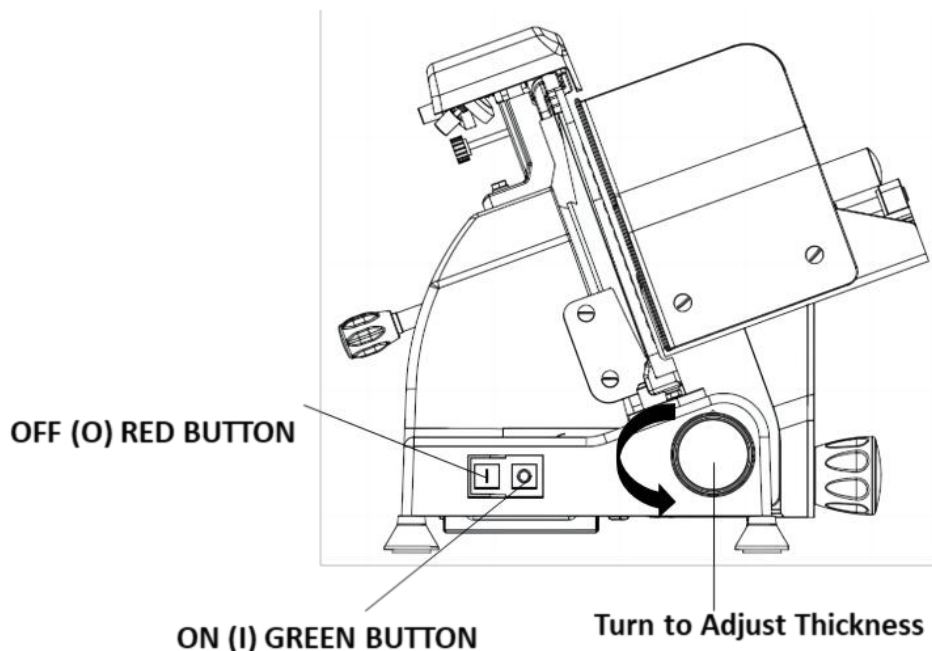

Figura 2
5. Para encender la cortadora de carne, presione el botón verde "I". (Consulte la figura 2)
6. Para apagar la cortadora de carne, presione el botón rojo "O". (Consulte la figura 2)
12. Cuando termine, apague la cortadora de carne (0) presionando el botón rojo. (Consulte la figura 2)